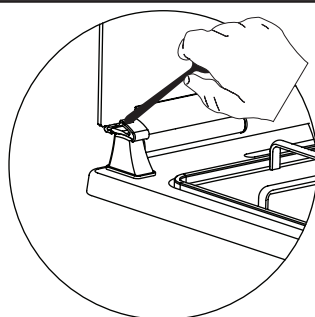

Figura 3
- 3.** Conforme mostrado na figura 3, a porta de vidro pode ser fechada premindo com a mola de plástico com a ajuda de uma colher.